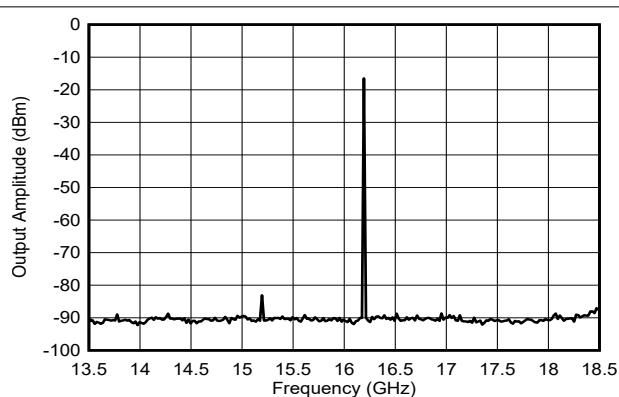
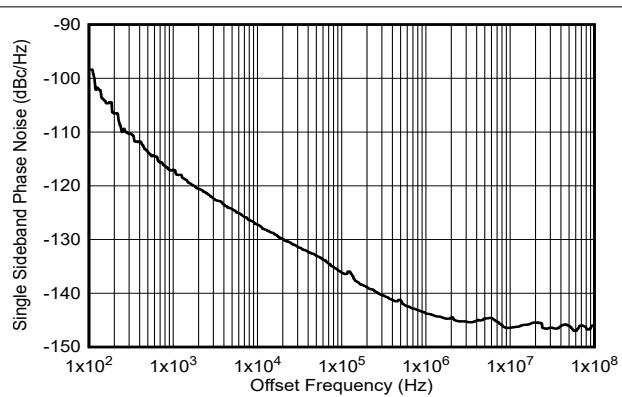

図 9-7. $f_{\text{OUT}} = 16.2\text{GHz}$ での帯域内單一トーンの周波数スペクトル
図 9-8. DAC 付加位相ノイズ (16.2GHz)
16.2GHz トーンのスペクトル純度は、図 9-7 で 5GHz スパンのフルスケールトーンで示されています。最大スプリアスは、3.16GHz 時に約 66dBc であり、これは 4th 高調波です。16.2GHz でのトーンの出力位相ノイズを 図 9-8 に示します。